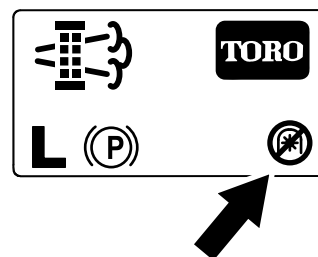

Figure 55
**Remarque:** L'écran d'accueil affiche l'icône de PDF désactivée (Figure 55).
**Remarque:** L'écran d'accueil affiche l'icône de PDF désactivée; voir Figure 55 à la section Messages de régénération en stationnement (page 52).